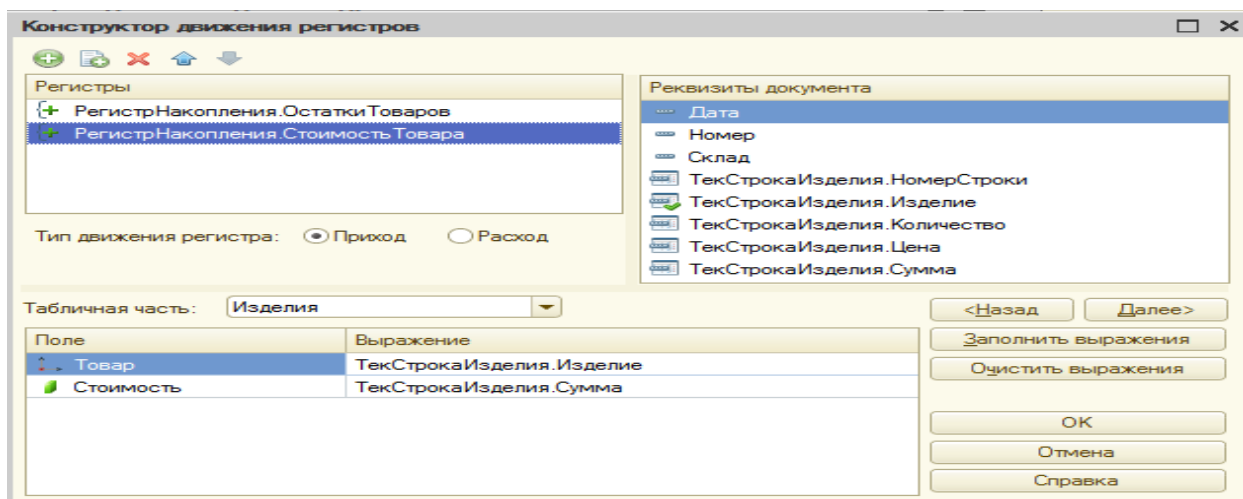

Рис. 85
- выберите для него ту же табличную часть, что и для регистра *ОстаткиТовара* и заполните выражения: для ресурса *Товар* выберите *ТекСтрокаИзделия.Изделие*, а для ресурса *Стоимость* - *ТекСтрокаИзделия.Сумма* (рис.85);